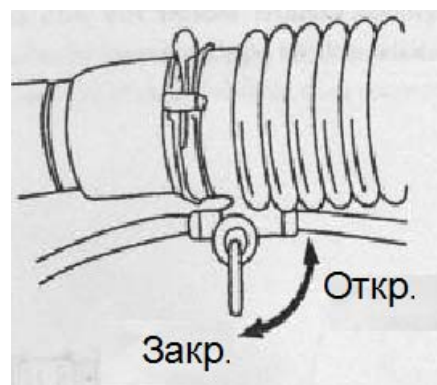

Рис. 8.
- 1) При распылении жидкостей, во время добавления химиката переключатель должен быть закрыт, см. Рис. 8. При опылении, дроссельный клапан и топливный регулятор должны быть в нижнем положении, в противном случае выхлоп опылителя будет содержать химикаты.